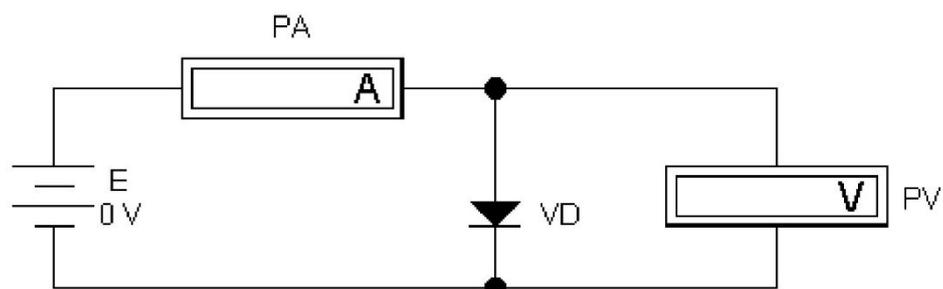
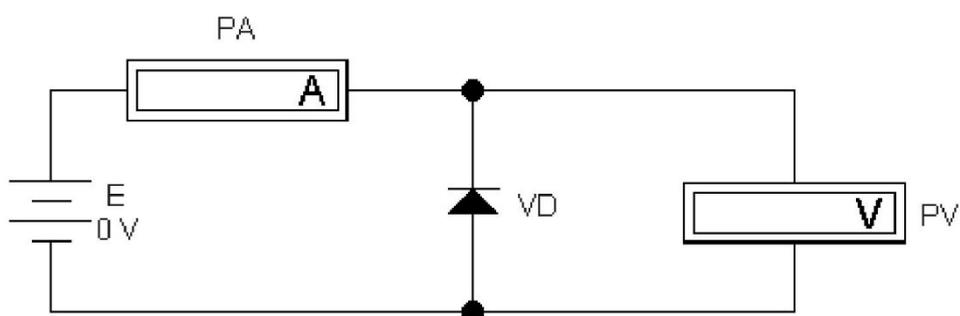

Рис. 1. Схема для исследования прямой ветви вольтамперной характеристики выпрямительного диода
Рис. 2. Схема для исследования обратной ветви вольтамперной характеристики выпрямительного диода
Исследование прямой ветви вольтамперной характеристики выпрямительного диода проводится по схеме рис. 1, а обратной - по схеме рис. 2.
1. Ознакомиться с электрическими схемами для снятия прямой и обратной ветвей вольтамперной характеристики диода входящими в них приборами и элементами (рис. 1 и 2).